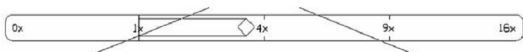

图 6.73 【视点距离】滑动条
(3) 在输入选项 **[相机(CA)/目标(TA)/距离(D)/点(PO)/平移(PA)/缩放(Z)/扭曲(TW)/剪裁(CL)/隐藏(H)/关(O)/放弃(U)]**:提示下,输入“D”以选择**【距离】**选项,表示将改变视点和目标对象的距离,此时绘图区域上方出现一个表示视点距离的滑动条,如图 6.73 所示。